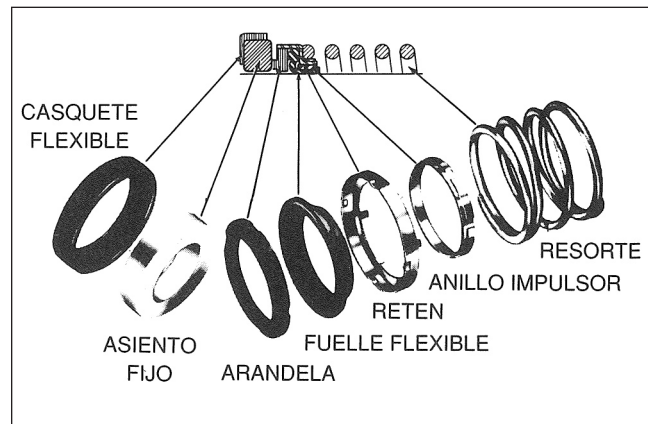

Figura 1. Sello mecánico
- I. Deslice un collar de cierre de sello (54) con los tornillos de fijación (55) orientados hacia el impulsor en cada extremo del eje. Ubíquelos en las marcas de escritura realizadas durante el desarme y trábelas en posición.
- III. Coloque sobre el casquillo de eje el resorte de sello, el anillo impulsor, el retén, el fuelle flexible y la arandela, en ese orden respectivo. (Vea la figura 1).
- IV. Inspeccione a fondo la cavidad del casquillo de sello (49) para verificar que no existan marcas o rayaduras que puedan dañar el asiento del sello. Aplique una película de detergente líquido para al asiento del sello e instálolo en la cavidad del casquillo de sello, teniendo cuidado de asentarlos pareja y perpendicularmente.
- V. Coloque los anillos "O" (50) alrededor del casquillo del prensaestopas y deslice los casquillos de sello hacia los extremos del eje.
- I. Coloque un asiento de sello en el collarín (54); el otro encaja dentro del casquillo del prensaestopas (49). Estas partes se colocan dentro de sus cavidades de la misma manera que lo harían con un sello individual.
- II. Coloque anillos "O" (51) alrededor de los collarines (54) y coloque estos últimos en los extremos del eje, con los asientos fijos orientados hacia el lado opuesto del impulsor. Luego deslice el fuelle flexible, las arandelas y los resortes sobre el eje, en el orden mostrado en la figura 1, para cada mitad del conjunto de sello doble (53).
- III. Coloque los anillos "O" (50) alrededor del casquillo del sello (49) y deslice los casquillos del sello en los extremos del eje con los asientos fijos orientados hacia el impulsor.
7. Coloque el dispositivo lubricador de cojinetes (39) en el extremo externo del eje.
8. Presione el sello de grasa (37) dentro del cartucho del cojinete (36). En las series de potencia 6B y 7, vuelva a colocar los anillos rápidos (35A) del lado interno del cojinete. Coloque el cojinete de bolas de doble hilera externo (38) en el cartucho del cojinete y presione estas partes sobre el extremo externo del eje. Coloque en su posición el anillo retén (35) para asegurar el cojinete externo. Coloque la junta (34) y el casquete del cartucho (32) en su posición y asegúrelos con los tornillos de cabeza (31).